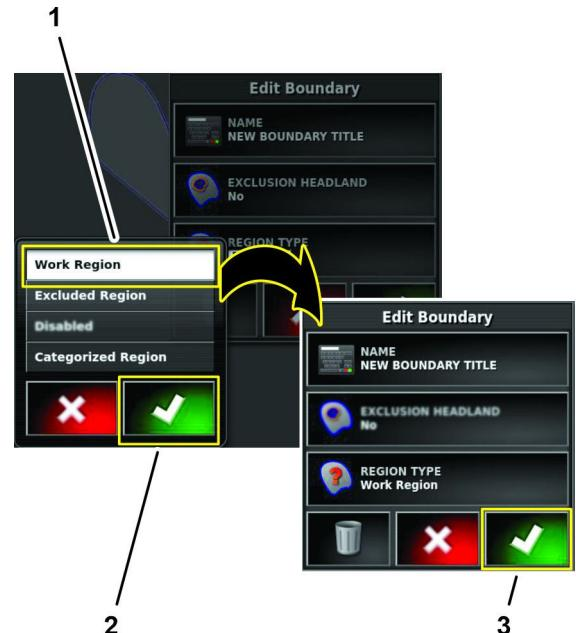

图 60
- 在区域类型对话框中按工作区图标然后按“确认”图标图 60。
- 在编辑边界对话框中按“确认”图标图 60。